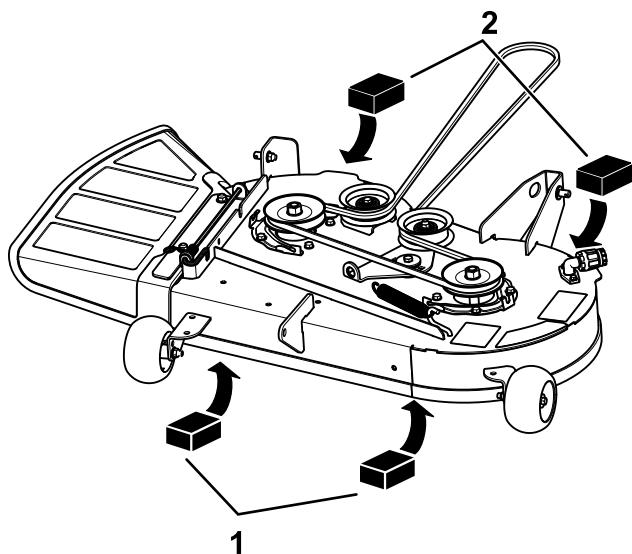

Figure 69
4. Placez deux cales de 6,6 cm (2⁵/₈ po) d'épaisseur chacune sous chaque côté du bord avant du tablier de coupe, mais pas sous les supports des galets anti-scalp (Figure 69).
5. Placez deux cales de 7,3 cm (2⁷/₈ po) d'épaisseur chacune sous le bord arrière de la jupe du tablier de coupe, une de chaque côté (Figure 69).